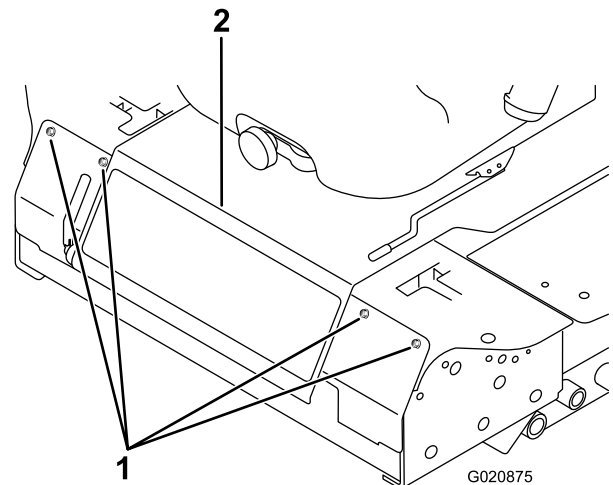

Bild 56
3. Nehmen Sie die Schrauben ab, mit denen die Frontplatte befestigt ist, und nehmen Sie sie ab (Bild 56).